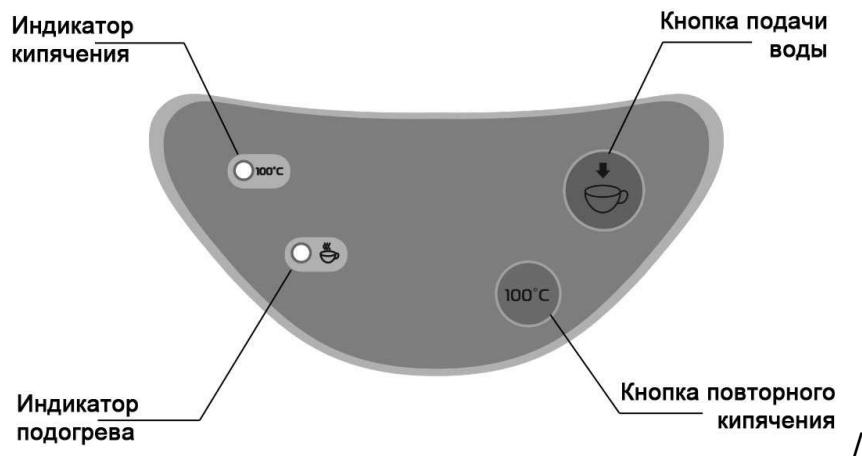

Рис.2
Подключите термопот к электросети. Загорится индикатор кипячения (см.рис.2), и вода начнет автоматически нагреваться.
После того как вода нагрелась, термопот автоматически переключается в режим поддержания температуры. При этом индикатор КИПЯЧЕНИЕ гаснет и загорается индикатор ПОДОГРЕВ (см.рис.2)
Воду можно наливать только в том случае, когда термопот находится в состоянии подогрева (горит индикатор ПОДОГРЕВ, см.рис.2). Поставьте чашку под кран подачи воды.
**1 способ:** нажмите на кнопку ПОДАЧА ВОДЫ на панели управления (см.рис.2, 3)
Для повторного кипячения воды нажмите кнопку КИПЯЧЕНИЕ (см.рис.2). Загорится индикатор кипячения. В зависимости от температуры внутри термопота вода закипит примерно через 1-4 минуты, после чего индикатор КИПЯЧЕНИЕ погаснет и загорится индикатор ПОДОГРЕВ.